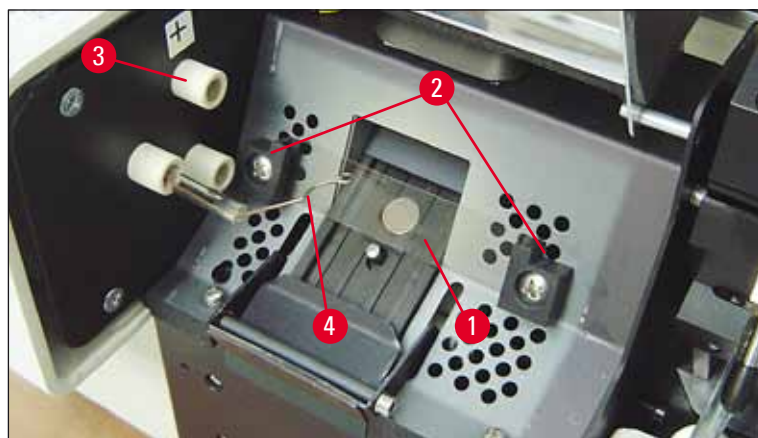

Рис. 20
5. Следите за тем, чтобы контактная пружина (→ "Рис. 19-2") отсоединилась от запальной нити (→ "Рис. 20-4") лампы (см. также (→ "Рис. 20") и (→ "Рис. 21-1"))).